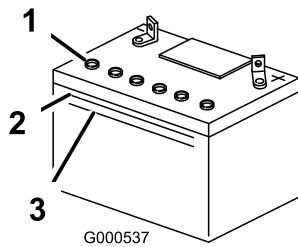

Figure 42
- Observez le côté de la batterie. Le niveau de l'électrolyte doit atteindre le trait **supérieur** (Figure 42). Le niveau d'électrolyte ne doit pas
descendre au-dessous du trait inférieur (Figure 42).
5. Enlevez les bouchons d'évent de la batterie (Figure 42)
6. Versez de l'eau distillée avec précaution dans chaque élément jusqu'au repère supérieur (Figure 42) sur le côté de la batterie.
7. Attendez 5 à 10 minutes après avoir rempli les éléments. Au besoin, ajoutez de l'eau distillée pour amener le niveau jusqu'au repère supérieur sur le côté de la batterie (Figure 42).